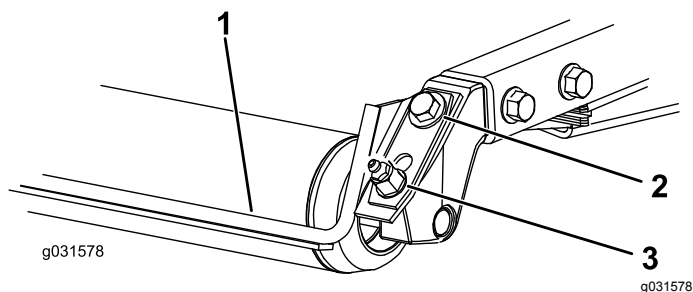

図 8
1. グリスフィッティングと取り付けねじをゆるめる 図 8。